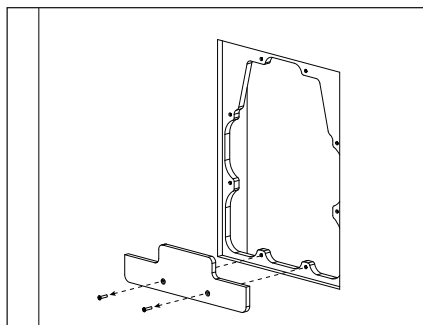

Fig. 12e
- e) Enlevez la butée de positionnement en retirant les vis qui le tiennent en place; jetez-le (Fig. 12e).